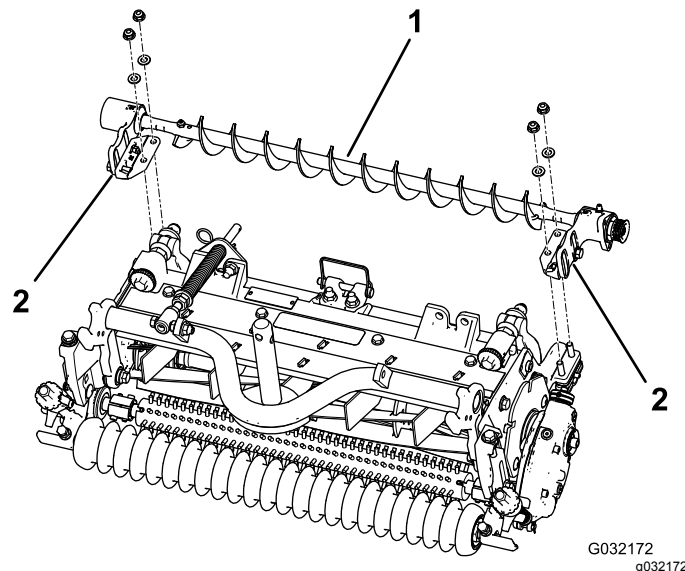

图4
- 将左侧或右侧的滚筒刷组件安装支架固定到滚刀组侧板螺栓上 图4。